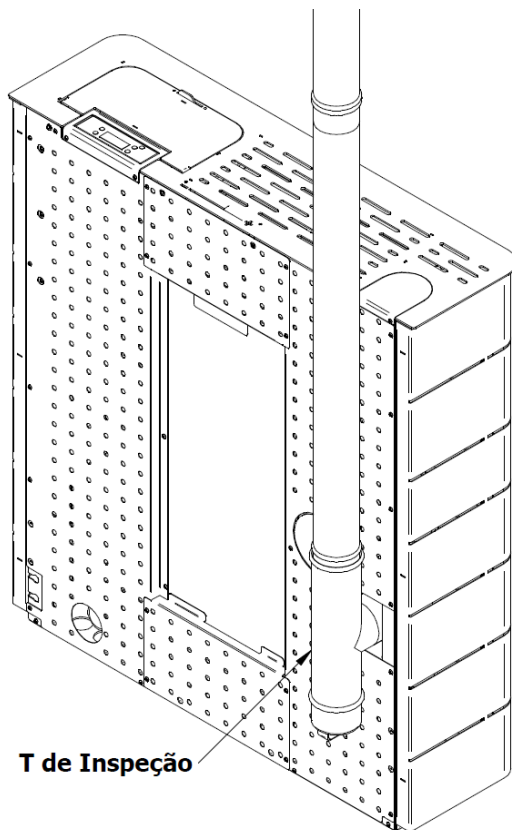

Figura 10 - Exemplo de instalação de um T de inspeção
- Conforme indicado na Figura 10, a conduta de exaustão deve ser realizada de modo a que a limpeza e a manutenção sejam asseguradas pela inserção dos pontos de inspeção.